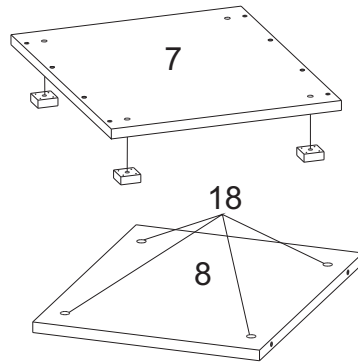

Рис.3
- Прикрутите к детали 7 опоры 25 саморезами 23. (рис.3)